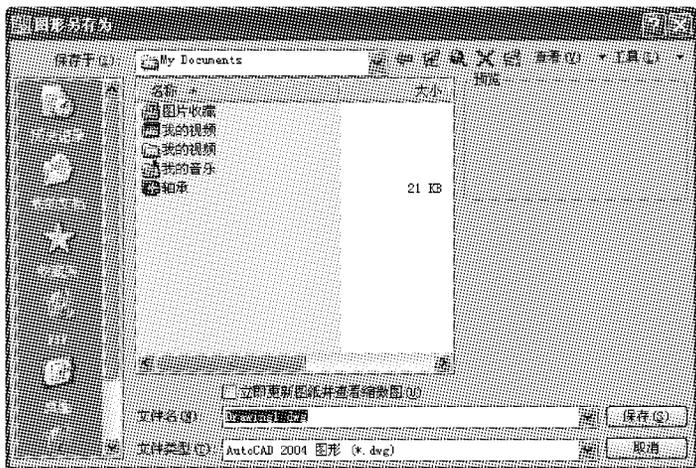

图 1.2.10 对未命名的文件进行保存
- (1) 菜单命令:“文件”→“保存”。
- (2) 工具栏:“标准”→保存图标。
(3) 快速存盘命令: Qsave。执行快速存盘命令后,AutoCAD 把当前编辑的已命名的图形直接以原文件名存入磁盘,不再提示输入文件名。如果当前所绘制图形没有命名,则会弹出如图 1.2.10 所示的对话框,利用它,用户可以确定图形文件的存放位置、文件名以及存放类型等并保存它。
- (4) 赋名存盘命令: Save as。其功能是将当前所绘图形以新的名字存盘。
执行命名存盘命令后,AutoCAD 会弹出与图 1.2.10 类似的对话框,用户可以在确定图形文件的存放位置、文件名后,将当前编辑的图形以新的文件名存盘。